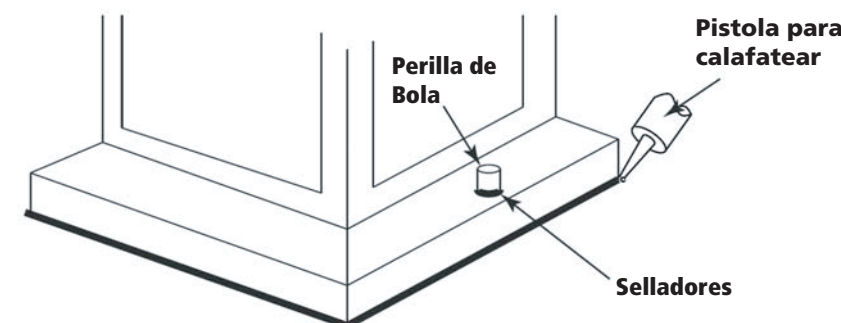

Figura 2
1. Conecte el cable de alimentación positiva (A) (normalmente negro el lado no marcado suave del cable de dos conductores) de plomo accesorio positivo (B) con un giro de tamaño apropiadamente conector – Véase la **Figura 2 y 3**.
2. Conecte el cable de alimentación negativa (C) (por lo general de color blanco o el lado marcado estriado del cable de dos conductores) de plomo accesorio negativo (D).
Loop alambre de tierra (E) (generalmente de cobre o verde recubierto de plástico) debajo de la cabeza del tornillo de tierra (S) en la brida de montaje accesorio (M) y conectar con el extremo suelto del cable de tierra luminaria directamente al cable de tierra del sistema de construcción con un tamaño adecuado twist-conectores – Véase la **Figura 2**.
Después asegurar fijo en su lugar, se recomienda que la distancia entre la parte superior y la base de montaje del accesorio se sellará con cualquier buen masilla impermeable de calidad o sellador de silicona (no incluido). También se recomienda que una pequeña capa de madilla o sellador de ser sometidos a los mandos de bolas utilizadas para montar accesorio – Véase la Figura 2.